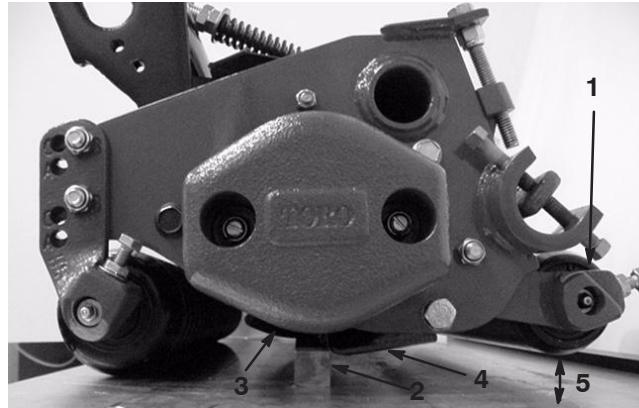

Figure 12
- Placez une plaque d'au moins 13 mm d'épaisseur sous les lames du cylindre, en appui contre le tranchant de la contre-lame (Fig. 12). Le rouleau arrière ne doit pas toucher la surface.